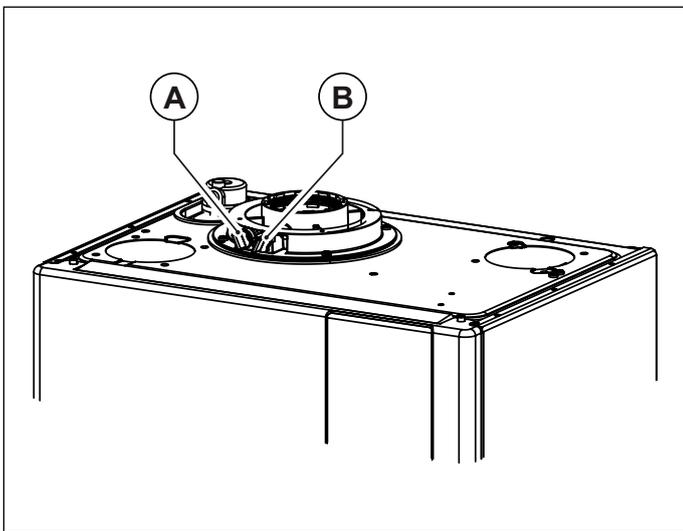
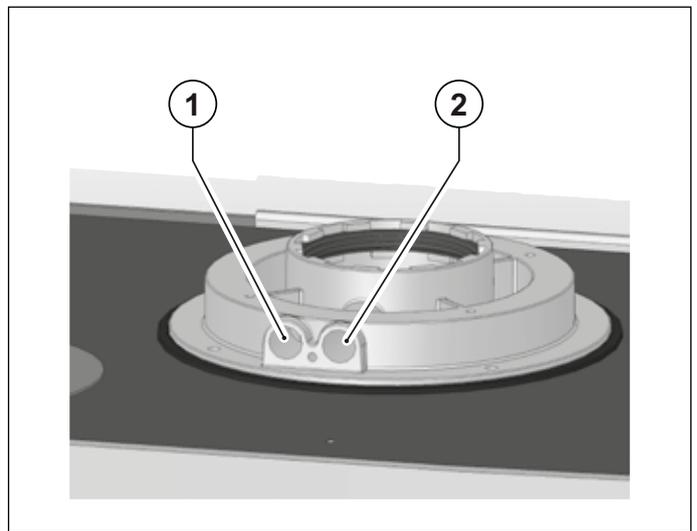

Abb. 19 Abgasstutzen
Abb. 20 Messöffnungen Abgasstutzen
Die Abgasmessung wird, an den dafür vorgesehenen Messöffnungen am Abgasstutzen durchgeführt (siehe Abb. 19 Abgasstutzen und Abb. 20 Messöffnungen Abgasstutzen).
Die Öffnung **A** ist zur Verbrennungsluftmessung bestimmt, die Öffnung **B** für die Abgasmessung (siehe Abb. 19 Abgasstutzen).
Vor Beginn der Messungen die Verschlussstöpsel **A** und **B** von den Messöffnungen entfernen und die Messsonde des Abgasanalysegeräts positionieren (siehe Abb. 19 Abgasstutzen).
- Messung der Verbrennungsluft **1** (siehe Abb. 20 Messöffnungen Abgasstutzen).
- Messung des Abgastemperatur und des CO₂ **2** (siehe Abb. 20 Messöffnungen Abgasstutzen).